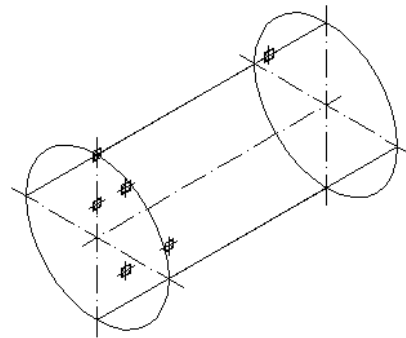

Рис.13
**Достраиваем недостающие оси симметрии цилиндра (рис.13). Для построения осевых линий переходим в слой «Osi».**
**Вводим вспомогательные точки в вершинах контура призматического выреза (рис.13).**
**Строим через введенные точки (рис.13) замкнутый контур (тип линии—polyline).**